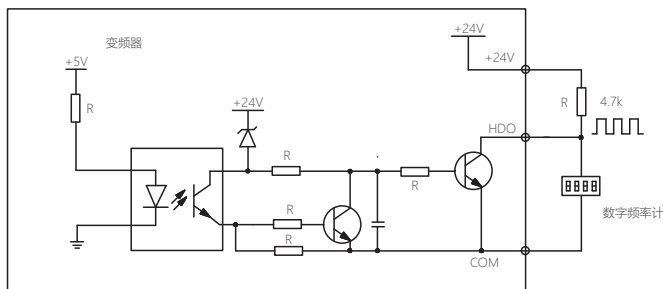

图4-4-3 输出端子HDO连接方式1
(1) HDO用作数字脉冲频率输出，可使用变频器内部的+24V电源，接线方式如图4-4-3所示：